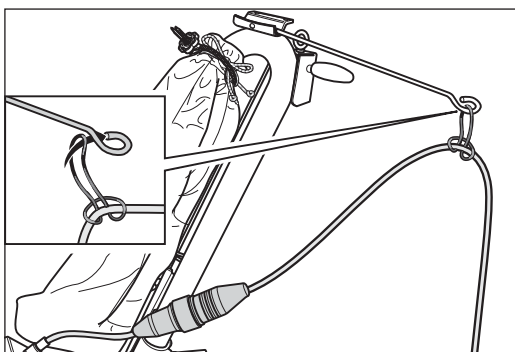

Abb. 16 Das Verlängerungskabel am Staubbeutel vorbeiführen und den Zugentlastungsring an der Kabelstütze eingehängen.
- 4 Führen Sie das Verlängerungskabel am Staubbeutel vorbei und hängen Sie den Zugentlastungsring an der Kabelstütze ein (Abb. 16).